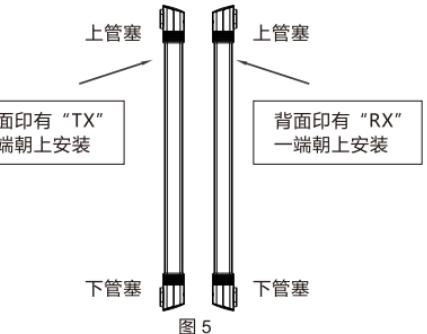

图5
4、用φ6钻头在墙上钻好安装孔，钉进塑胶柱，然后将M4*25的自攻螺钉将上下安装座固定（图5），一对光栅的主机和从机高度要在同一水平面上（注意：光栅的方向不能装反，上管塞要安装在上方，下管塞要安装在下方，否则会存在进水损坏的风险）。